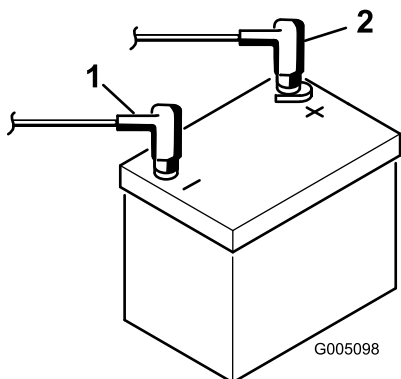

Figura 4
7. Conecte el cable positivo (rojo) al borne positivo (+) y el cable negativo (negro) al borne negativo (-) de la batería usando pernos y tuercas (Figura 4). Asegúrese de que el terminal positivo (+) está colocado a tope en el borne, y que el cable está colocado junto a la batería. El cable no debe entrar en contacto con la tapa de la batería.